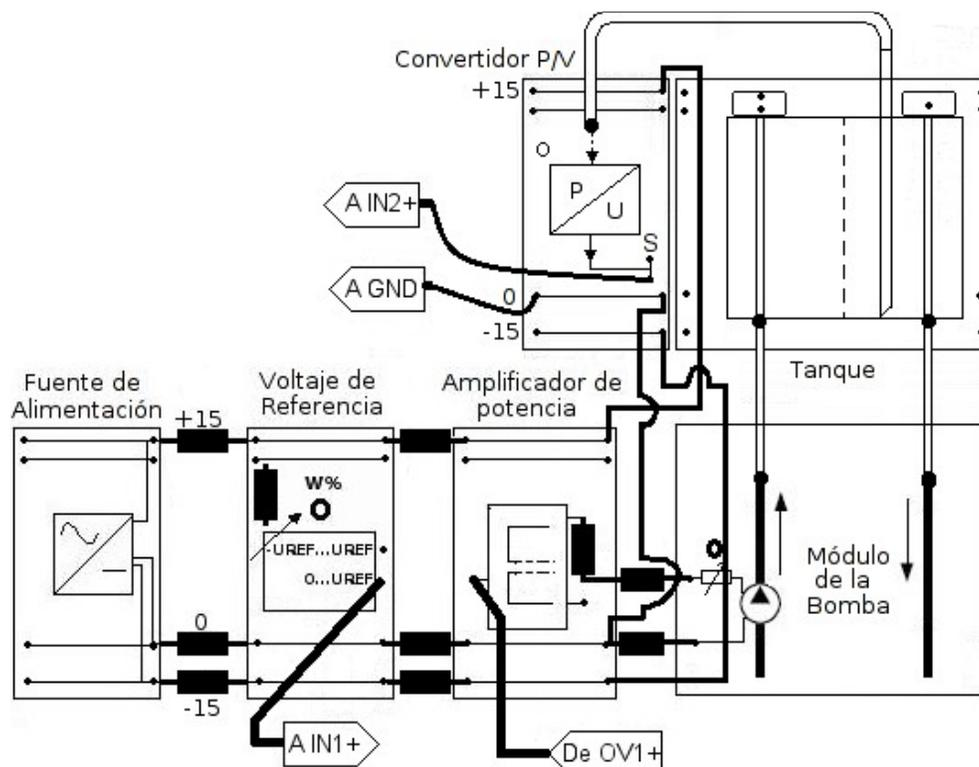

Figura 25. Sistema Hidráulico.
1. Arme el sistema que se muestra en la Figura 25.
3.  **Muestre al docente de laboratorio las conexiones antes de continuar**, A continuación se va a calibrar el transductor de presión del tanque para ello mida con el voltímetro el voltaje existente entre el punto que esta etiquetado como "S" en la Figura 25 y tierra, debería obtener un valor de 0 V en ese punto ya que es la salida del transductor que convierte la presión del sistema en voltaje, y con el tanque vacío la presión debe de ser cero. Si no es cero ajuste cuidadosamente con la perilla llamada "Zero Point" del módulo Convertidor P/V para que haya 0 voltios en este momento que la presión es cero.